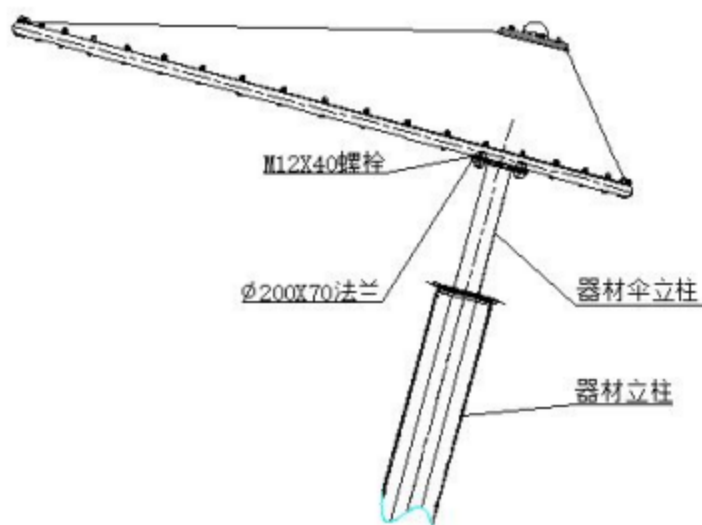

图7
7) 先将铝包角木塑板插入，再将器材伞插入器材立柱上端底端螺母拧紧，再拧紧上端4个M12X40螺栓紧固。(如图7)